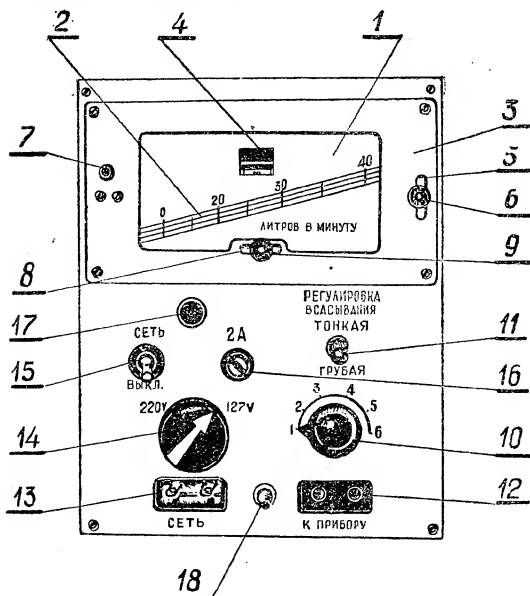

Рис. 3.
- б) Микроманометра (рис. 3)
- в) Питающего устройства (рис. 3), размещенных в металлическом футляре.
Микроманометр (1) (рис. 3) предназначен для определения количества литров воздуха, проходящего через прибор в одну минуту. Собственно микроманометром является плексигласовая трубка (2). Трубка закрыта металлическим кожухом (3) с вырезом, в котором помеще-
Питающее устройство размещено в металлическом футляре. На панели (рис. 3) питающего устройства расположены: ручка переключателя (10) для грубой регулировки и ручка реостата (11) для точной регулировки всасываемого воздуха. Вращением этих ручек достигается изменение числа оборотов мотора, что в свою очередь и приводит к изменению количества всасываемого в прибор воздуха. Штепсельные гнезда (12) с надписью «к прибору» предназначены для включения узла отбора проб воздуха. Штепсельная колодка (13) с надписью «сеть» предназначена для включения прибора, при помощи сетевого шнура, в сеть. Колодка переключения напряжения (14). Выключатель (15) для включения и выключения прибора. Предохранитель (16), сигнальная лампочка (17), штекер (18) для одевания резиновой трубки, соединяющей узел отбора проб воздуха с микроманометром.